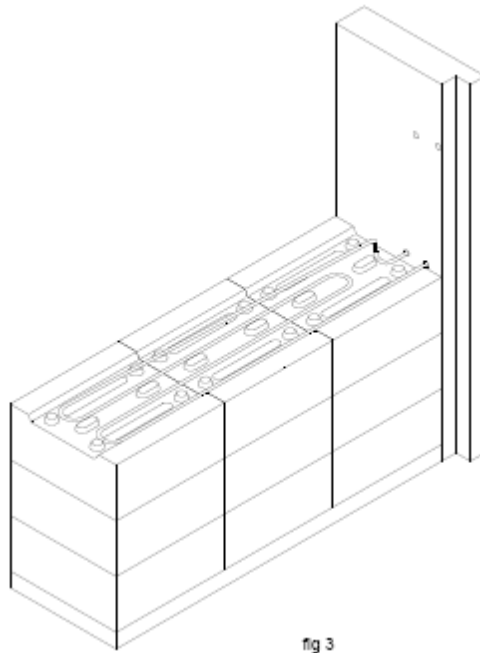

Рис.3
7. Разместите накопительные блоки (кирпичи) в ряд в корпус теплового накопителя таким образом, чтобы ТЭНы находились в пазах этих блоков (Рис.3).